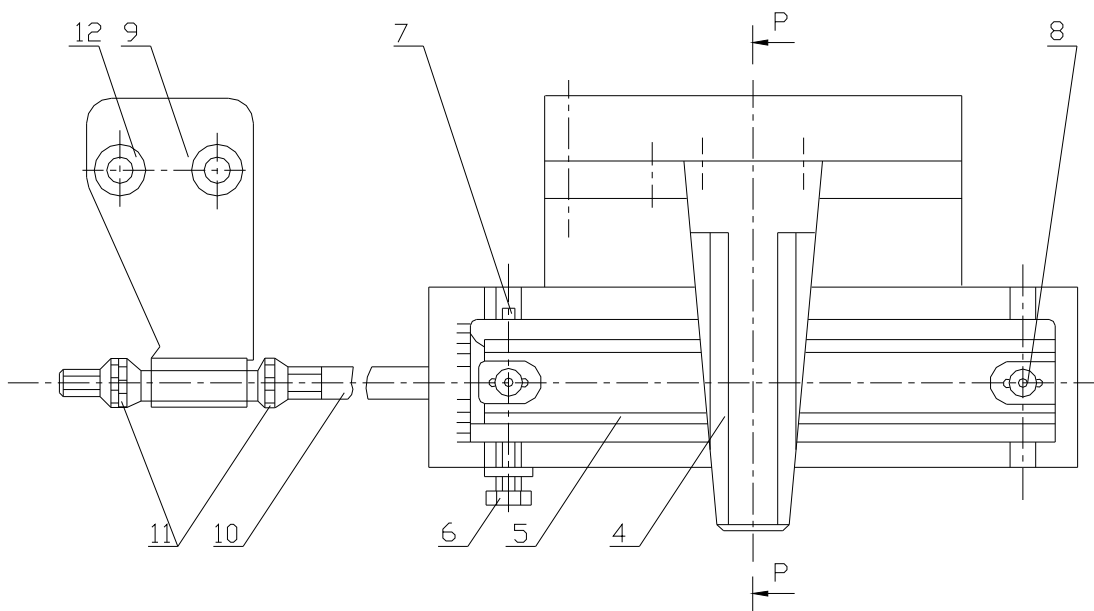

Рис.36
12.2 КОНУСНАЯ ЛИНЕЙКА (рис.36 и 37)